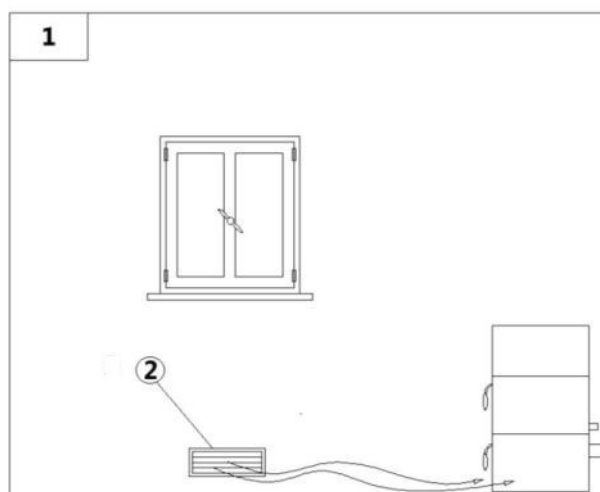

Fig. 10 - Fluxo de ar direto
LEGENDA	Fig. 10
- O fluxo de ar entre o exterior e o local pode ser feito por via direta, através de abertura na parede externa do local (ver Fig. 10).